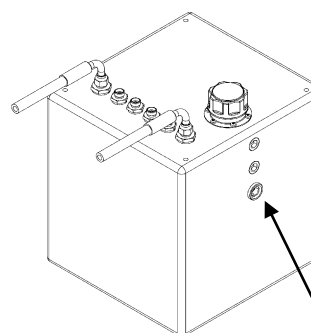

fig. 6.5.9
Prima di ogni utilizzo, controllare visivamente il livello dell'olio idraulico attraverso l'indicatore sul serbatoio. Il livello deve trovarsi al centro dell'indicatore. Rabboccare se necessario tramite il tappo di riempimento. (fig. 6.5.9).
- rabboccare il serbatoio dell'olio idraulico e controllare il livello attraverso l'apposito indicatore (*fig. 6.5.9*).